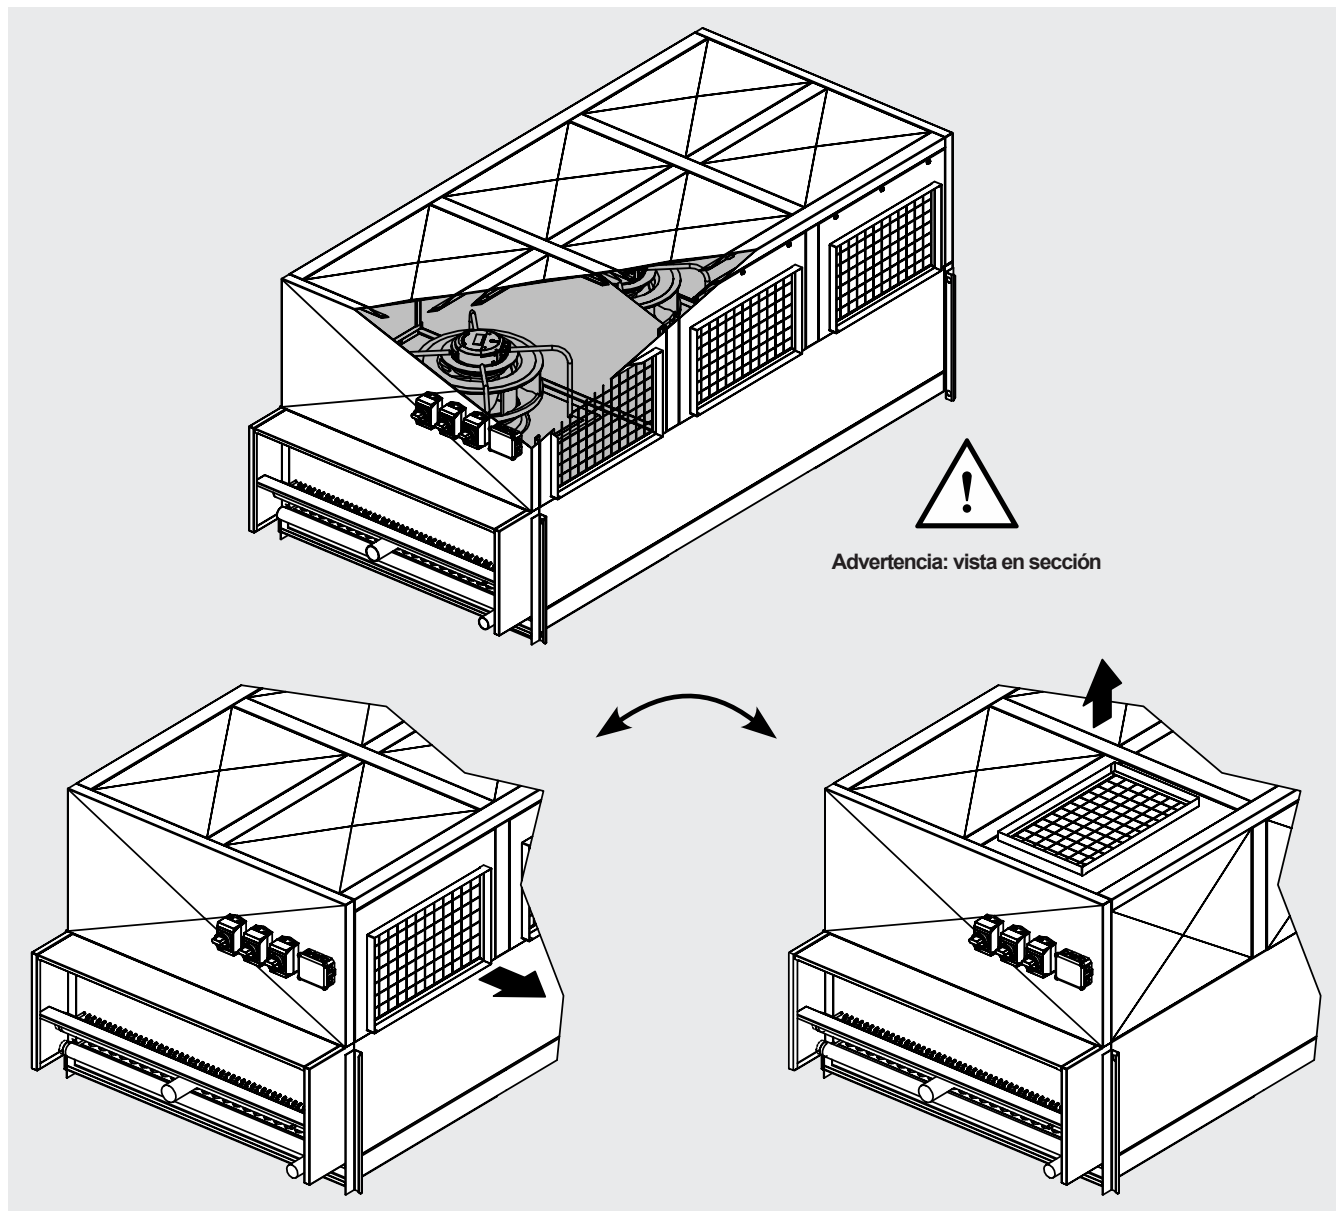

Figura 8
- 8.1 Cada motoventilador está alojado en su propio compartimento en la parte superior del modelo, encima del intercambiador de calor. Para cambiar el punto de salida del aire, basta con intercambiar la posición de instalación de los paneles macizos y de rejilla que cubren el compartimento de ventilación. Los paneles están fijados únicamente con tornillos. Obsérvese la Figura 8.